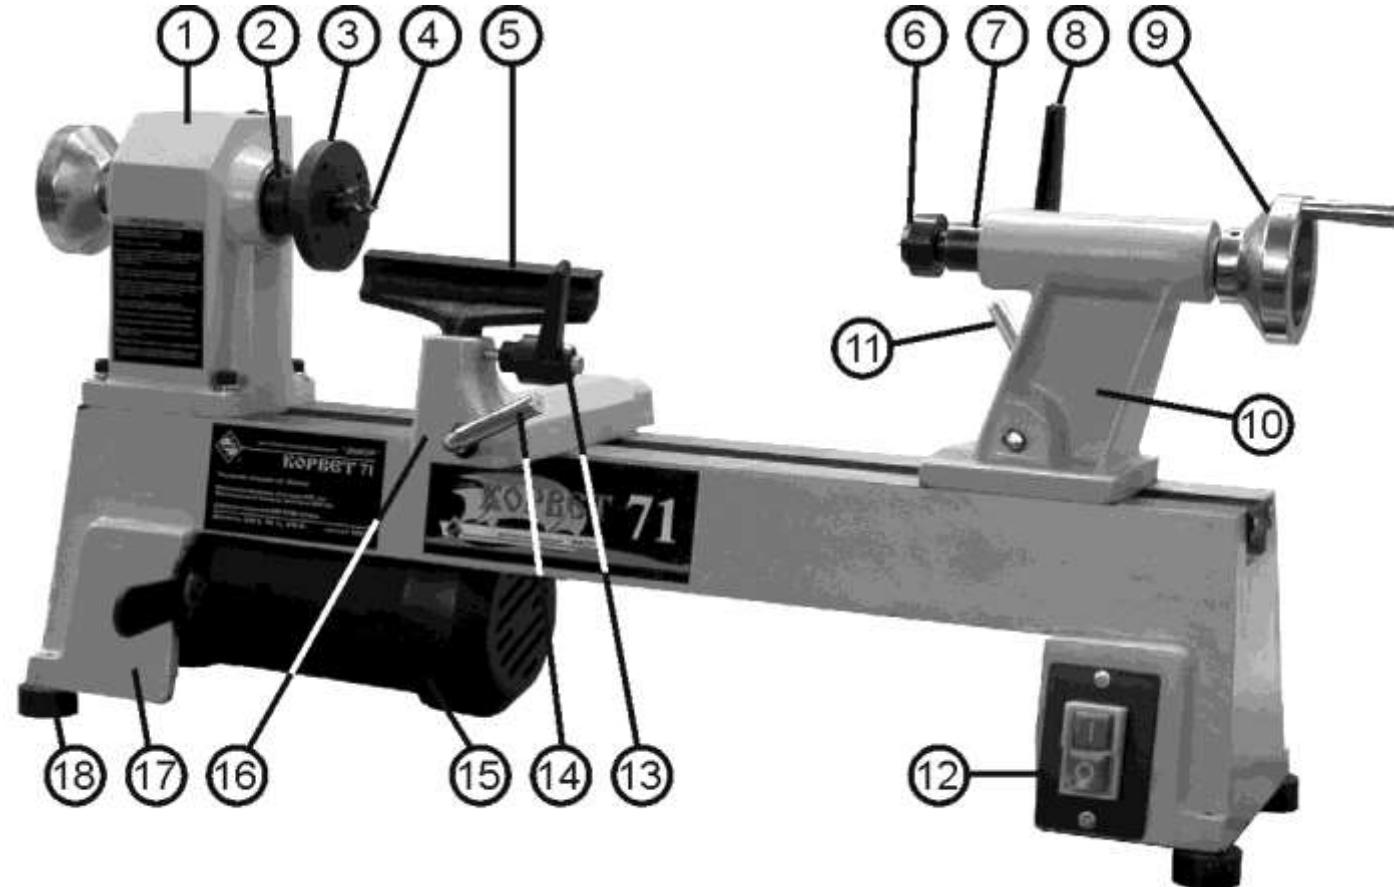

Рис. 2
7.1. Машина состоит из следующих сборочных единиц и деталей (Рис. 2):
9.1. Включение (Рис. 2)
9.3. Задняя бабка (Рис. 2)
9.4. Резцодержатель (Рис. 2)